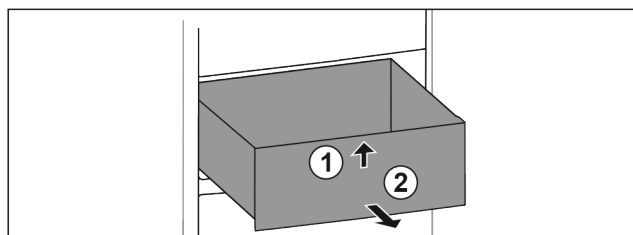

Fig. 17
- ▶ Приподнимите спереди Fig. 17 (1).
- ▶ Извлеките движением вперед Fig. 17 (2).